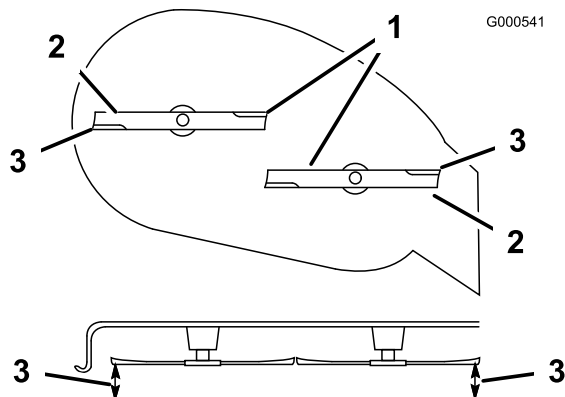

Figura 41
5. Gire cuidadosamente la(s) cuchilla(s) colocándola(s) perpendicularmente al sentido de avance de la máquina (Figura 41). Si hay una diferencia de más de 5 mm entre ambas dimensiones, se requiere un ajuste; siga con este procedimiento.
6. Mida entre los bordes de corte exteriores y la superficie plana (Figura 41). Si hay una diferencia de más de 5 mm entre ambas dimensiones, se requiere un ajuste; siga con este procedimiento.